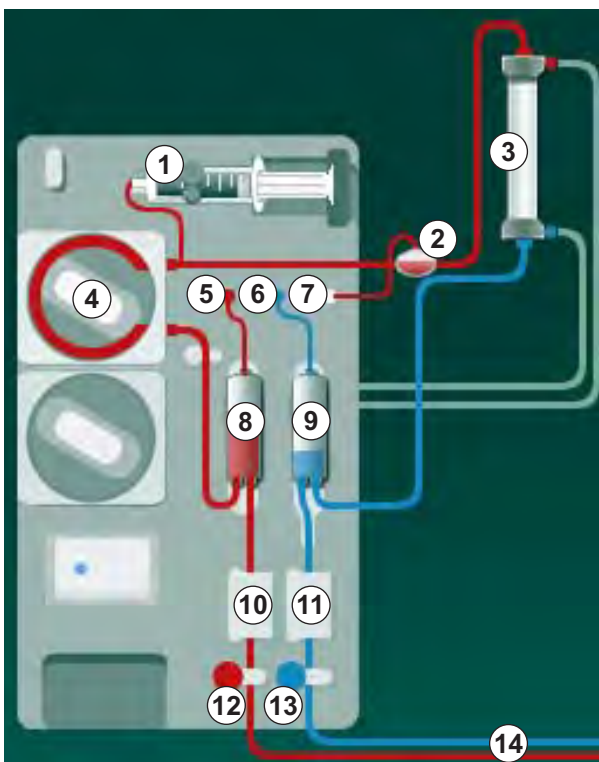

Fig. 3-2 Mode de fonctionnement - Simple aiguille Cross-Over
Avec l'électroclamp veineux (Fig. 3-2 Mode de fonctionnement - Simple aiguille Cross-Over (33), ⑬) fermé et l'électroclamp artériel ⑫ ouvert, la pompe à sang ④ pompe le sang du patient à travers le dialyseur ③ dans le piège à bulles ⑨ . La pression dans la chambre veineuse ⑨ est surveillée par le capteur de pression veineuse ⑥ . Dès que la pression de basculement supérieure réglée est atteinte, la pompe à sang ④ s'arrête et l'électroclamp veineux ⑬ s'ouvre. En raison de la pression dans la chambre veineuse ⑨ , le sang afflue à travers le dialyseur ③ pour retourner au patient jusqu'à ce que la pression basse de commutation soit atteinte. Une fois la pression basse de commutation atteinte dans la chambre veineuse ⑨ ou le temps de retour pré-réglé expiré, l'électroclamp veineux ⑬ se ferme. L'électroclamp artériel ⑫ s'ouvre alors rapidement. La pompe à sang ④ est activée et le procédé redémarre avec un nouveau prélèvement de sang du patient.